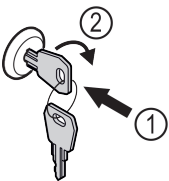

Fig. 171
- ▶ Uvucite ključ Fig. 171 (1).
- ▶ Okrenite ključ za 90° nadesno Fig. 171 (2).